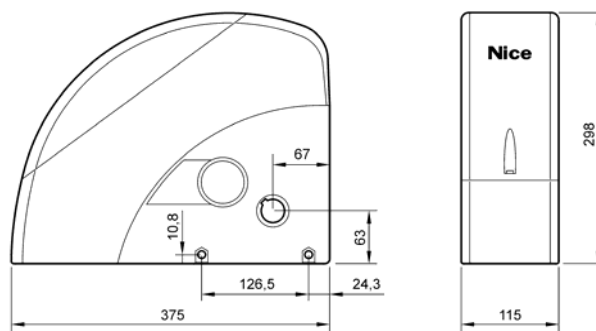

Рис. 2
- Убедитесь, что выбранное место установки соответствует размерам модели (Рис. 2).
#### 3.3 ПРОВЕРКА ВОЗМОЖНОСТИ ПРИМЕНЕНИЯ ИЗДЕЛИЯ (см. Рис. 2)